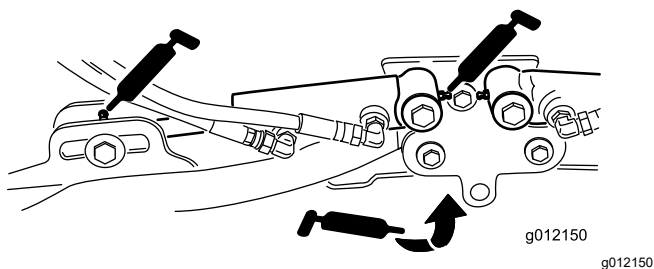

Figura 74
- Cilindros do braço de elevação da unidade de corte (2 cada) (Figura 74)
- Articulações do braço de elevação (1 cada) (Figura 74)